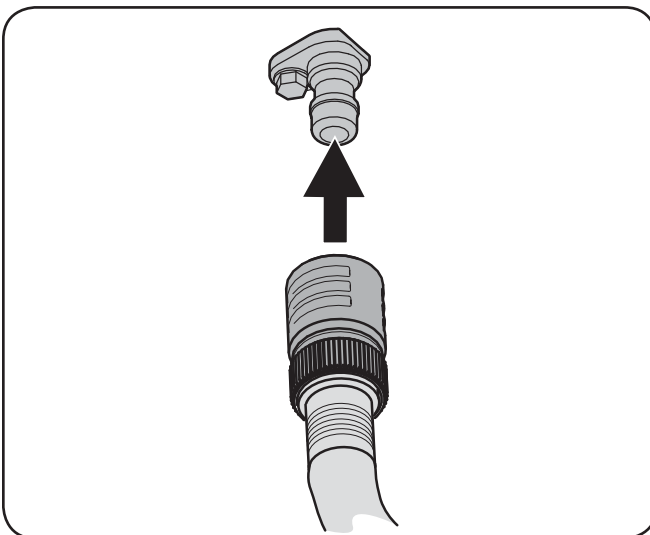

Figure 6-2
4. Attachez le raccord pour boyau d'arrosage à l'orifice aménagé sur la surface du plateau de coupe. Voir la figure 6-2.